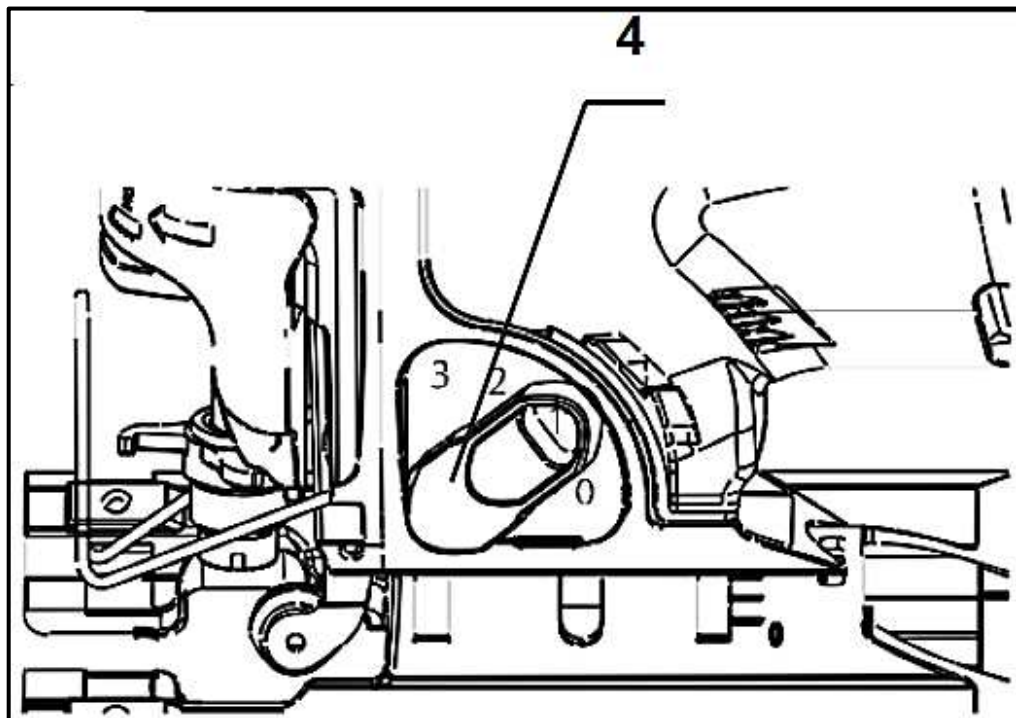

Рис. 4
5.1.6 Маятниковий рух пилки. (Рис.4)